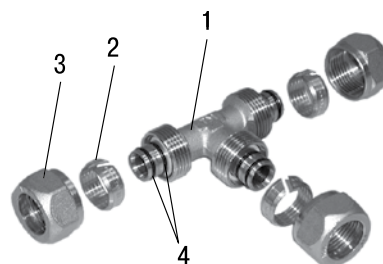

Рис. 6.1
Компрессионный фитинг (см. рис. 6.1) состоит из корпуса со штуцером (1), разрезного обжимного кольца (2), накидной гайки (3), уплотнительных резиновых колец (4) и диэлектрического кольца, не допускающего контакта алюминиевого слоя трубы с металлом фитинга.